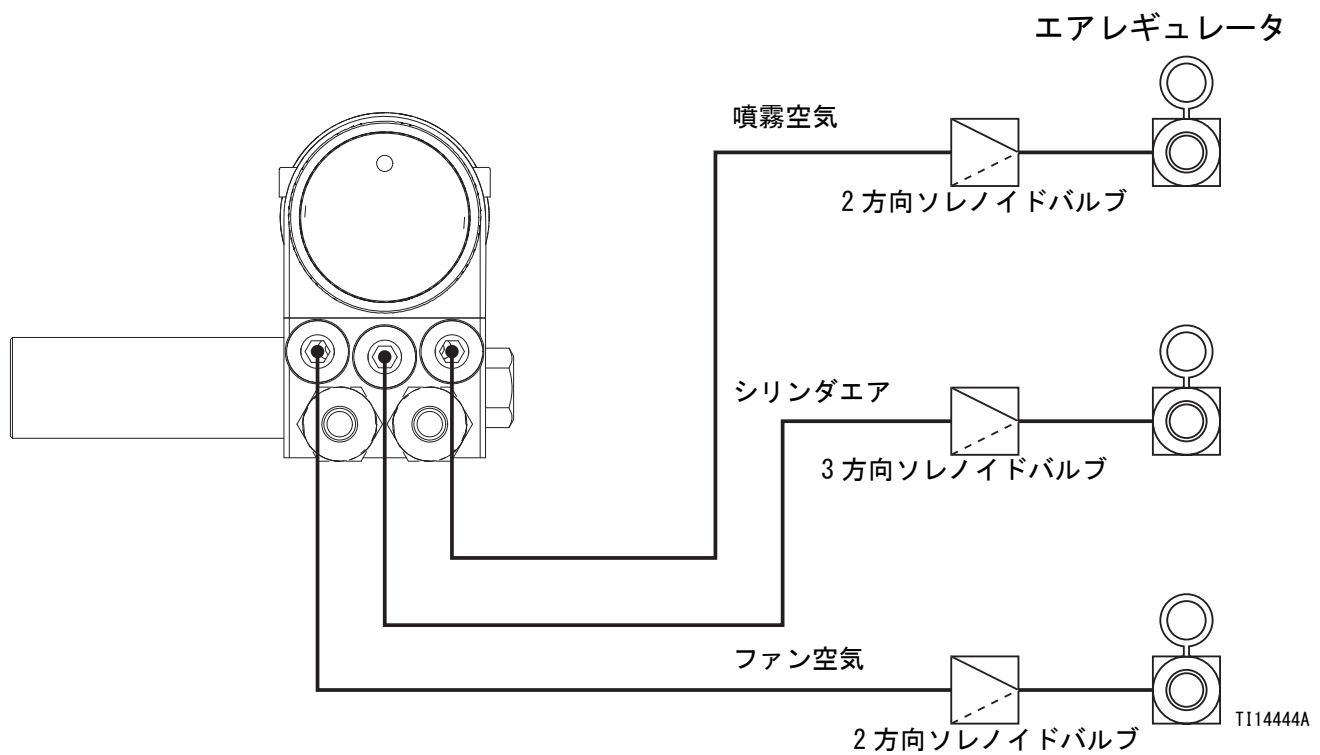
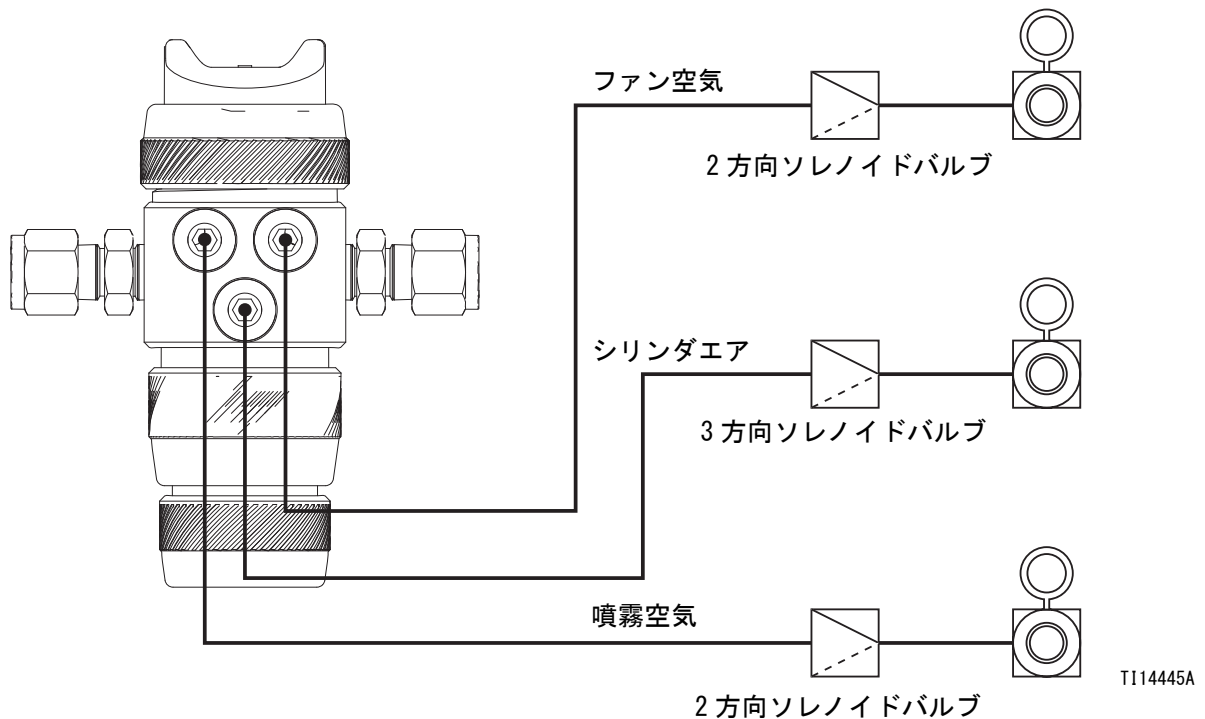

図 6: ソレノイドを使用した遠隔エアレギュレータ (マニホールド付きガン)
図 7: ソレノイドを使用した遠隔エアレギュレータ (マニホールド不付きガン)
- ガンへのエア圧力を管理するために、CYL、FAN、およびATOMのエアのエアラインに別々の圧カレギュレータ (F) を取り付ける必要があります。図6と図7を参照して下さい。
- 各ガンエア供給ライン、ガンエアレギュレータの下流部分に、流れるタイプのアシャットオフバルブ (E) を取り付けてガンに入るエアを遮断します。
- ガンシリンダー、ファンおよび噴霧空気は別々に供給し、調整する必要があります。空気を遠隔に調整するには、ソレノイズ (図6 および 図7 を参照のこと) を使用します。